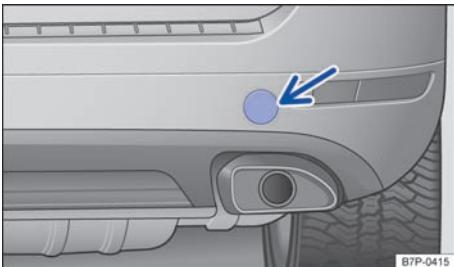

图 287 后保险杠右侧：牵引环支座的盖罩
- 微微用力按压盖罩朝向汽车外侧的边缘 ⇒ 图 287 (箭头)，直至盖罩略微弹出。